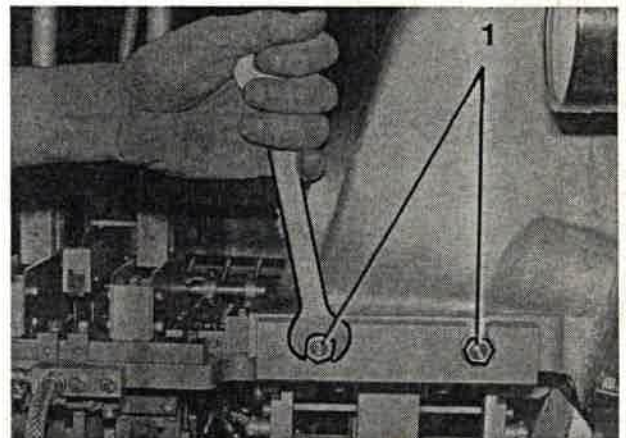

Bild 221
11. Sechskantmutter (Bild 221/1) der Klemmleiste lösen, Mundstücke herausziehen.